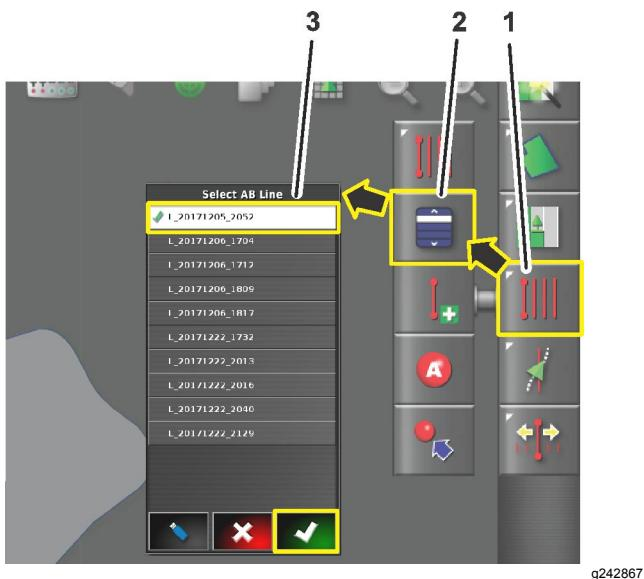

Figure 19
1. Appuyez sur l'icône du menu lignes guides (Figure 19).
2. Appuyez sur l'icône de sélection de ligne guide (Figure 19).
4. Pour des lignes guides droites ou courbes, appuyez sur l'icône de sélection de guidage (Figure 19) pour une ligne AB ou la ligne courbe. Un menu de sélection affiche une liste des lignes guides programmées.
5. Appuyez sur le nom de la ligne guide voulue, puis appuyez sur l'icône de confirmation (Figure 19).